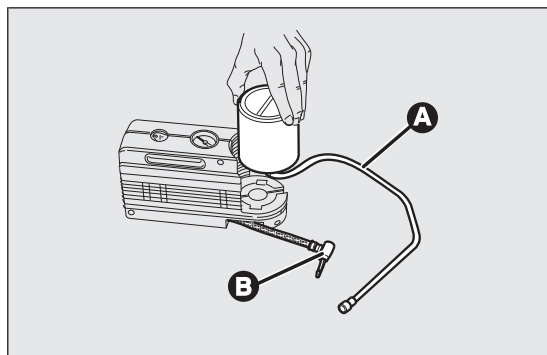

fig. 138
- ☐ débrancher le raccord B fig. 138 ;